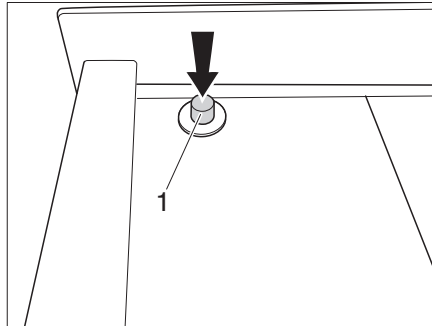

Bild 5 Zentralverriegelung - Verriegeln
► Druckknopf (Bild 5,1) drücken.